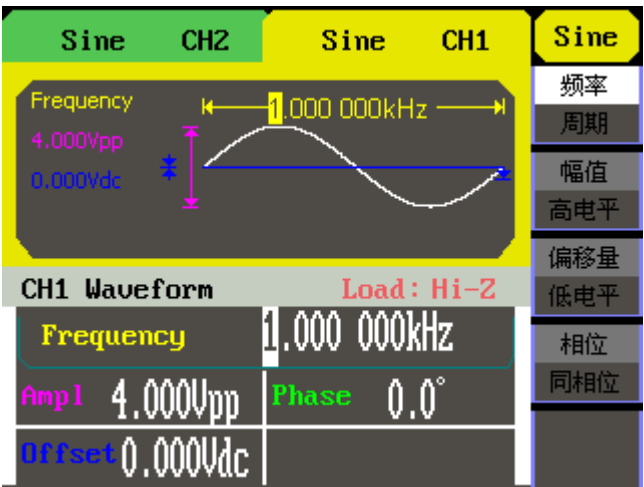

图 1-6 正弦波设置界面
- 使用 Sine 按键，波形图标变为正弦波，并在状态区左侧出现 Sine 字样。可输出 1  $\mu$  Hz 到 50MHz 的正弦波形。设置频率/周期、幅值/高电平、偏移量/低电平、相位，可以得到不同参数的正弦波。如图 1-6 所示，为正弦波的显示界面。